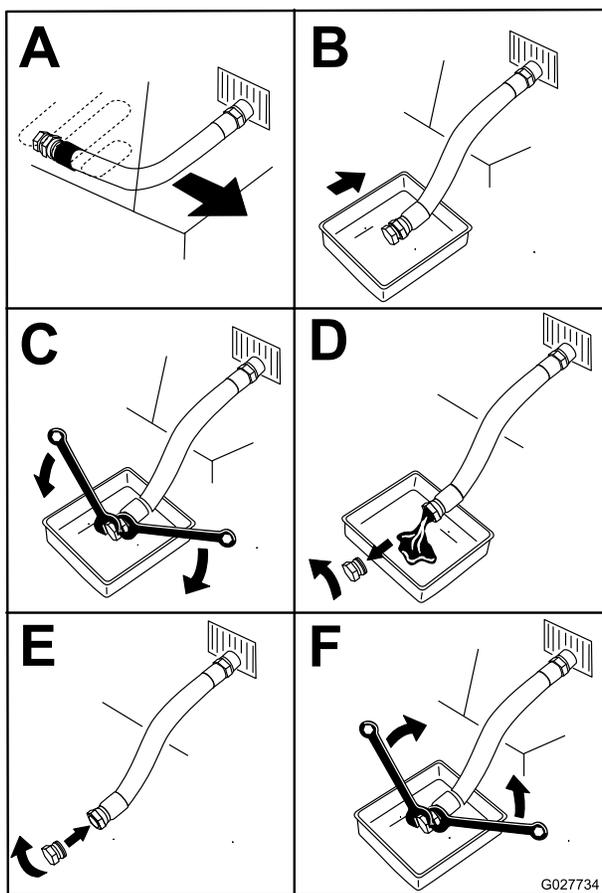

Рисунок 62
4. Слейте масло из двигателя (Рисунок 62).